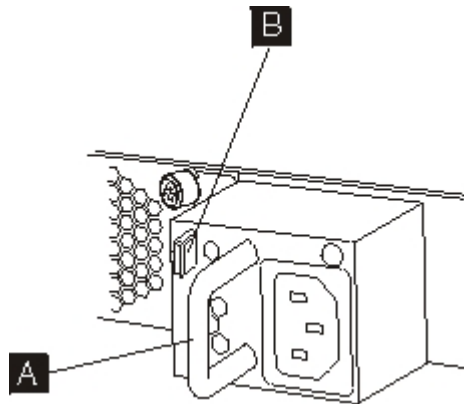
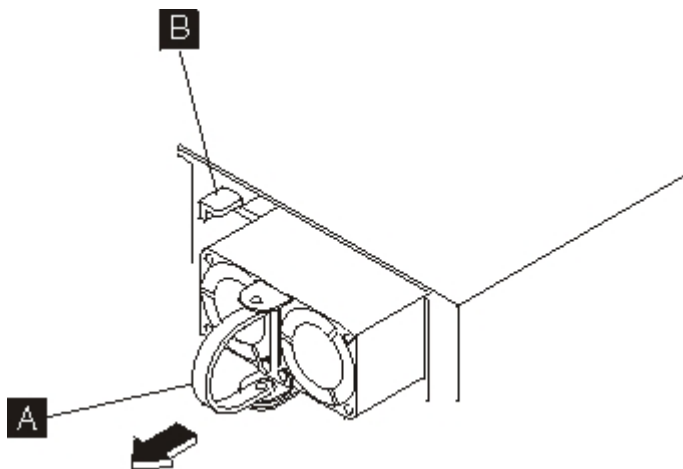

図 23. タイプ 7198 アプライアンスの電源モジュールの取り外し
図 24. タイプ 7199 アプライアンスの電源モジュールの取り外し
- a. 図 23 または 62 ページの図 24 に示すように、障害のあるモジュールのハンドル **A** をしっかりつかみながら、オレンジ色のリリース・ラッチ **B** をハンドルの方向に押し、リリース・ラッチを所定の位置で押さえます。